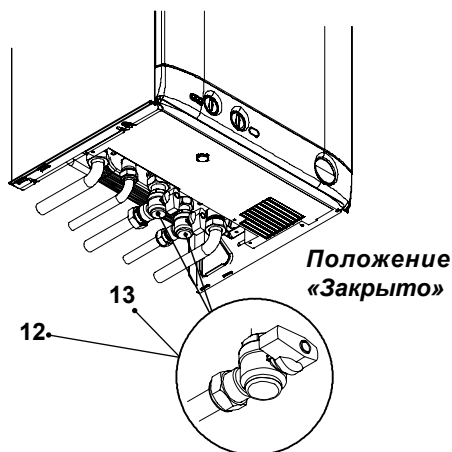

рис. 9.3
- Закройте кран подачи холодной воды 13 рис. 9.3.